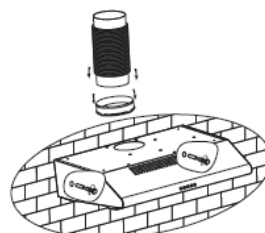

Imagen 3
– Inserte los tornillos en los anclajes y apriételos para ajustar el cuerpo a la pared (consulte la Imagen 3).
– Ponga la válvula unidireccional en la campana extractora. Fije el tubo de expansión (no incluido) en la salida de aire. Levante el tubo de expansión hasta que salga de la pared a través del orificio en la pared. (consulte la Imagen 3 &4).